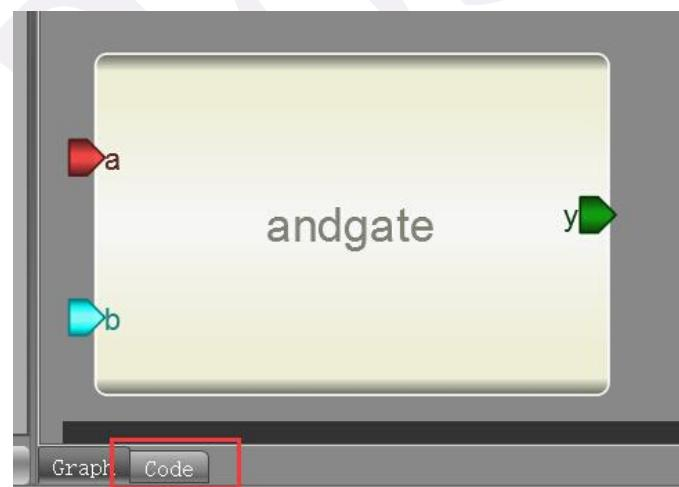

图 2-1-6 点击 Code 输入算法
(3) 输入算法。点击模型下方的 Code (如图 2-1-6 所示) 进入代码设计区。